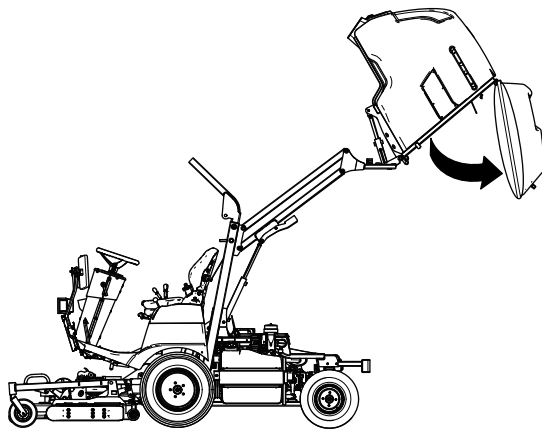

Рисунок 140
2. Поднимите бункер (Рисунок 140) в верхнее положение до упора; см. раздел Подъем бункера (страница 34).
3. Разгрузите бункер (Рисунок 140) и оставьте его в крайнем положении разгрузки, в котором задняя дверь будет свободно висеть; см. раздел Разгрузка бункера (страница 35).